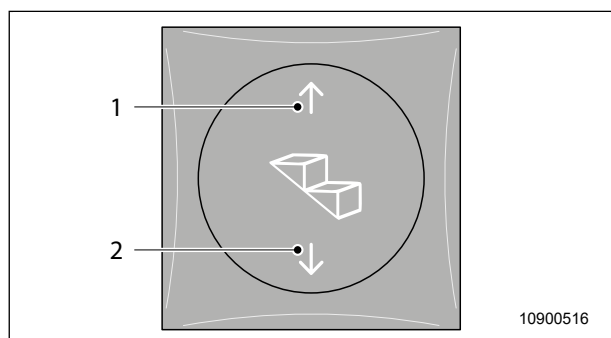

Fig. 3 Pulsador del escalón de la puerta de la superestructura
1. Pulsar la zona de contacto (Fig. 3, pos. 1) para extender el escalón.
2. Pulsar la zona de contacto (Fig. 3, pos. 2) para retraer el escalón.